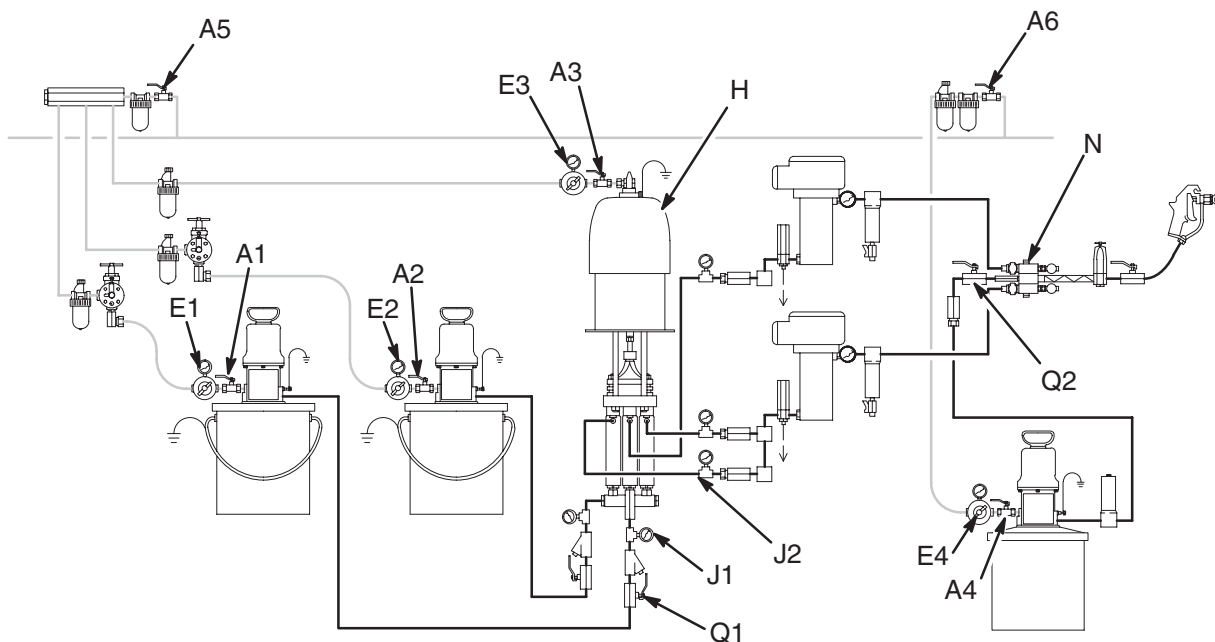

Abb. 14
2. Sicherstellen, dass die Materialabsperrentile (Q1) offen sind. Siehe Abb. 14.
4. Die Luftregler (E1, E2) der Zufuhrpumpe müssen auf den Mindestdruck eingestellt sein. Siehe Abb. 14.
5. Das Hauptluftventil (A5) öffnen. Siehe Abb. 14.
6. Das Hauptluftventil (A1) der Härter-Pumpe öffnen. Siehe Abb. 14.
9. Nachdem die Härter-Leitungen gespült wurden, den Mischverteiler-Griff schließen und den Druckentlastungshahn (P1) schließen. Das Luftventil (A1) schließen. Siehe Abb. 14.
- a. Der Luftregler (E4) der Lösemittelpumpe muss auf den Mindestdruck eingestellt sein. Siehe Abb. 14.
- b. Zuerst das Hauptluftventil (A6) der Lösemittelpumpe und danach das Pumpenluftventil (A4) öffnen. Siehe Abb. 14.
- e. Das Absperrventil (Q2) der Lösemittelleitung schließen. Siehe Abb. 14.